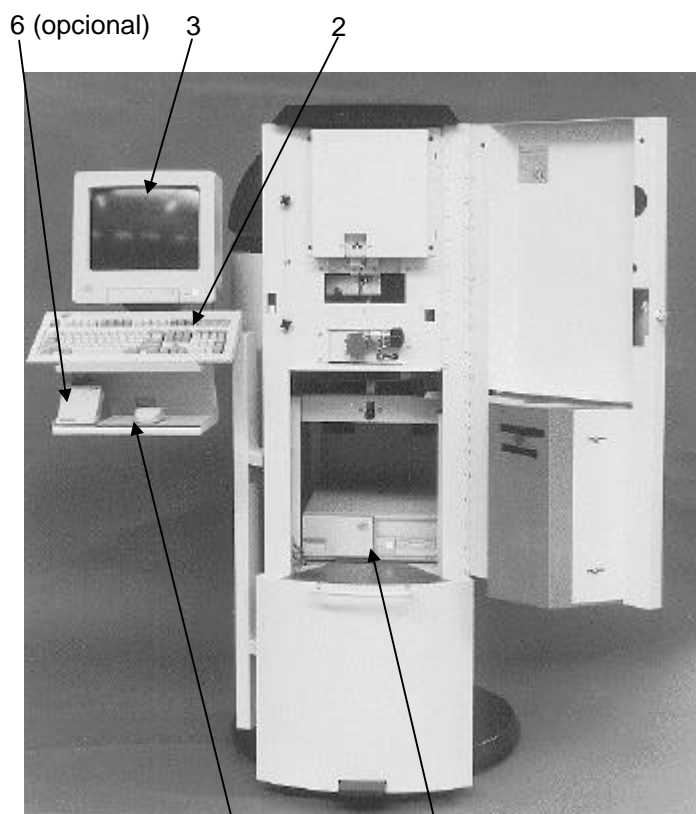

figura 8
- Coloque el teclado (2), el monitor (3) y el ordenador (4) (y cuando corresponda, el ratón (5) y la impresora de etiquetas (6)) como se indica en la figura 8.